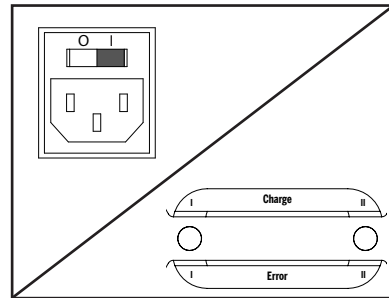

Abbildung 1
2. Vergewissern Sie sich, dass das Ladegerät nicht an eine Netzsteckdose angeschlossen ist und dass sich der Netzschalter in der Position AUS (0) befindet (siehe Abbildung 1).
5. Stellen Sie den Netzschalter in die Position EIN (I) (siehe Abbildung 1).
8. Stellen Sie den Netzschalter nach Abschluss des Ladevorgangs in die Position AUS (0) (siehe Abbildung 1), ziehen Sie den Netzstecker aus der Netzsteckdose, und trennen Sie dann die Anschlusskabel von den Akkus.